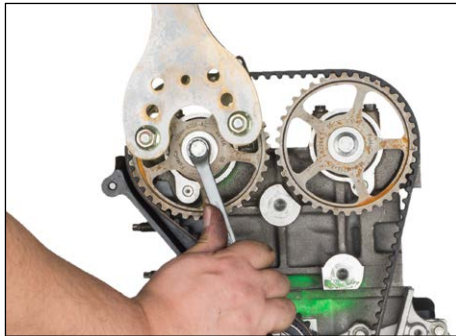

fig. 11
8. Strângeți rolele arborelui cu came utilizând cheia de blocare OE (205-072), trusa de unelte Uni Tool Box/3, la 60 Nm (fig. 11).